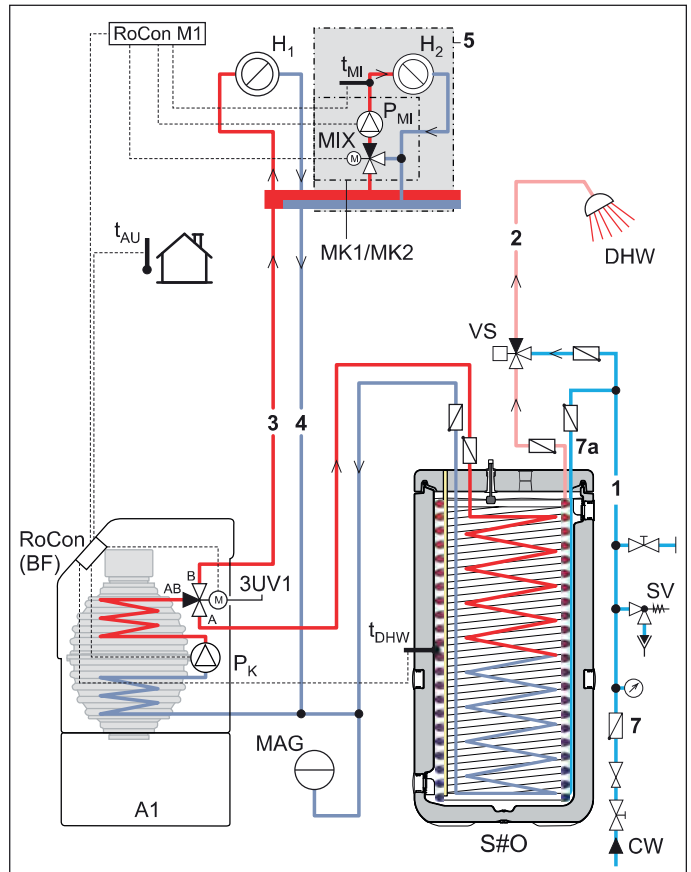
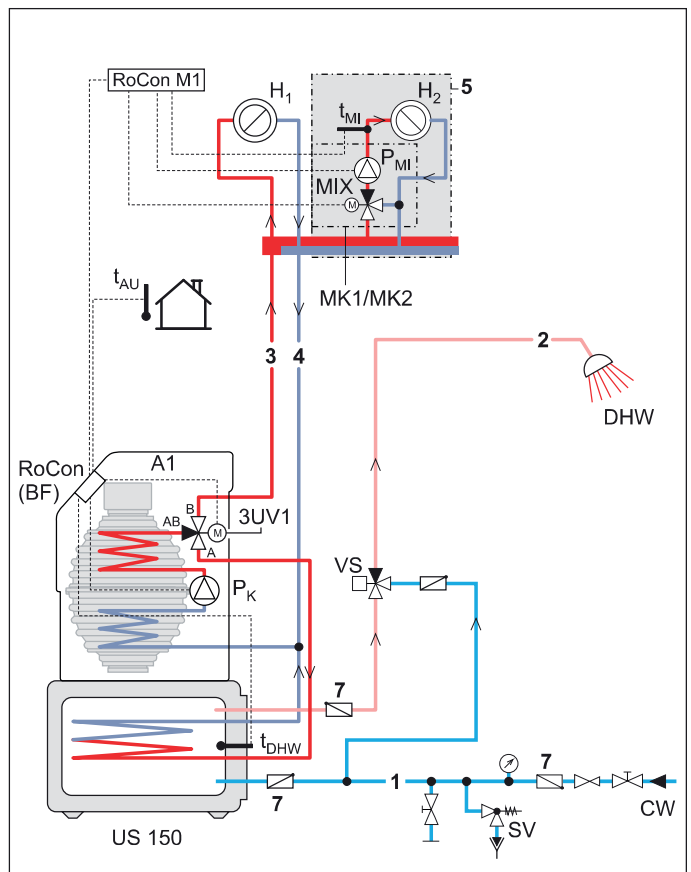

Fig. 8-5 Schéma de connexion standard ROTEX A1 BO avec Sanicube (légende voir tab. 8-1)
Fig. 8-6 Schéma de connexion standard ROTEX A1 BO avec US 150 (légende voir tab. 8-1)
**i** Vous pouvez voir sur fig. 8-5 et fig. 8-6 par exemple l'intégration d'un ballon d'eau chaude Sanicube et d'un ballon horizontal US 150. Veuillez noter que les schémas hydrauliques représentés n'ont pas vocation à être complets et qu'ils ne vous dispensent pas d'une planification soignée de votre installation.